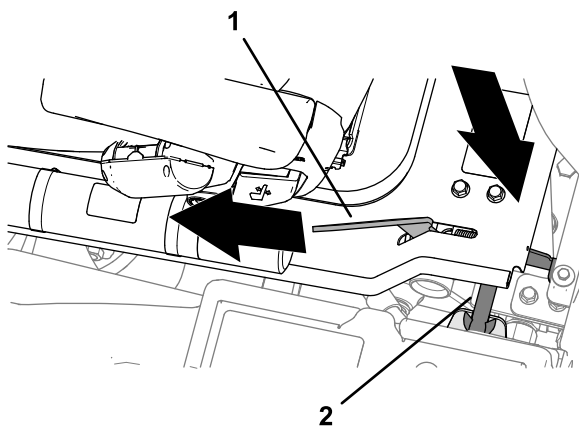

Figura 51
2. Quando a plataforma se aproxima da posição totalmente descida, mova o manipulador de fecho da plataforma (**Figura 51**) para a frente da máquina.